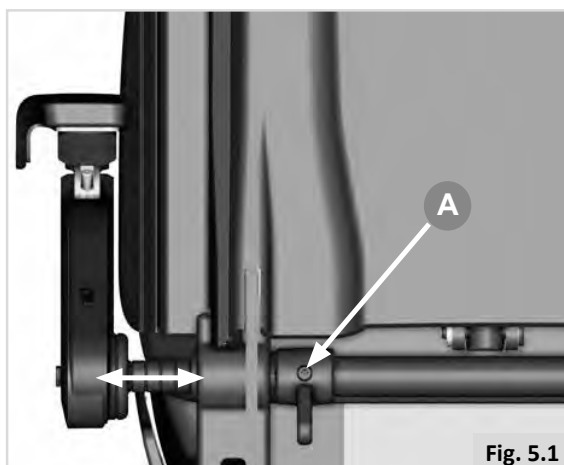

Fig. 5.1
- Retirez les deux vis (clé hexagonale de 5 mm) sur le tube transversal comme indiqué sur la Fig. 5.1 - A.